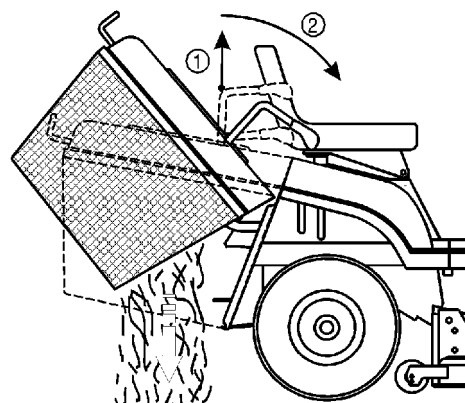

Abbildung 15
2. Den Kipphebel herausziehen und nach vorne und unten drücken, um den Graskorb zu leeren (Abb. 15).